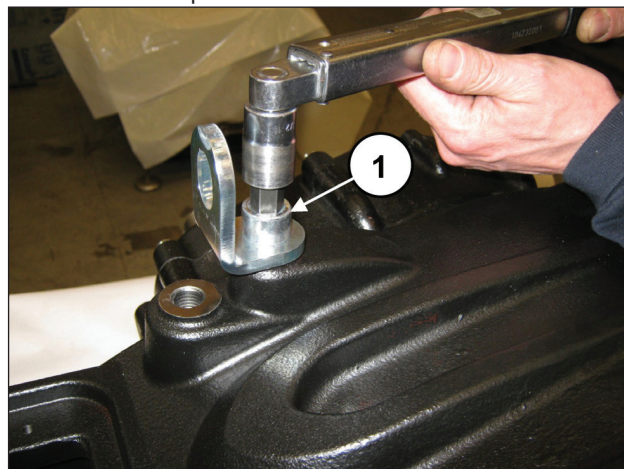

Fig. 95
Appliquer les bouchons et les étriers de levage à l'aide des vis M16x30 (rep. ①, Fig. 95).